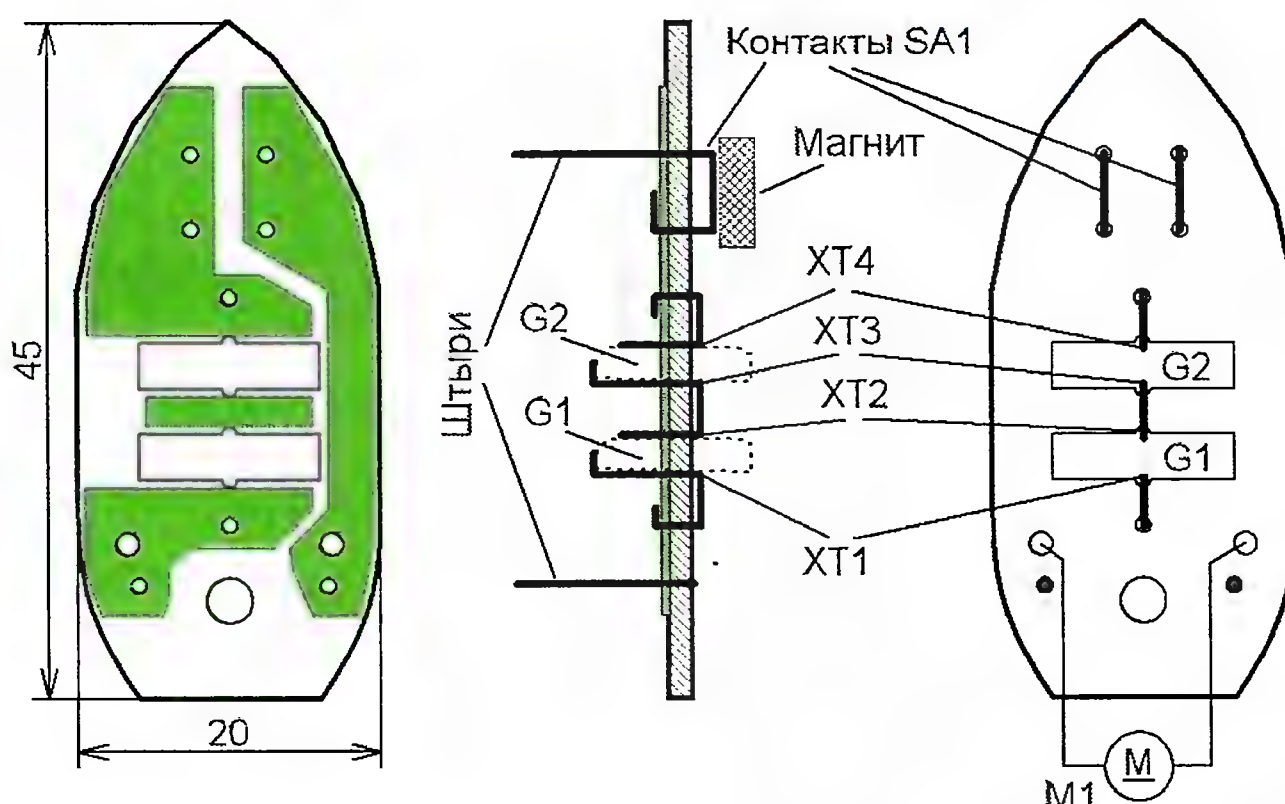
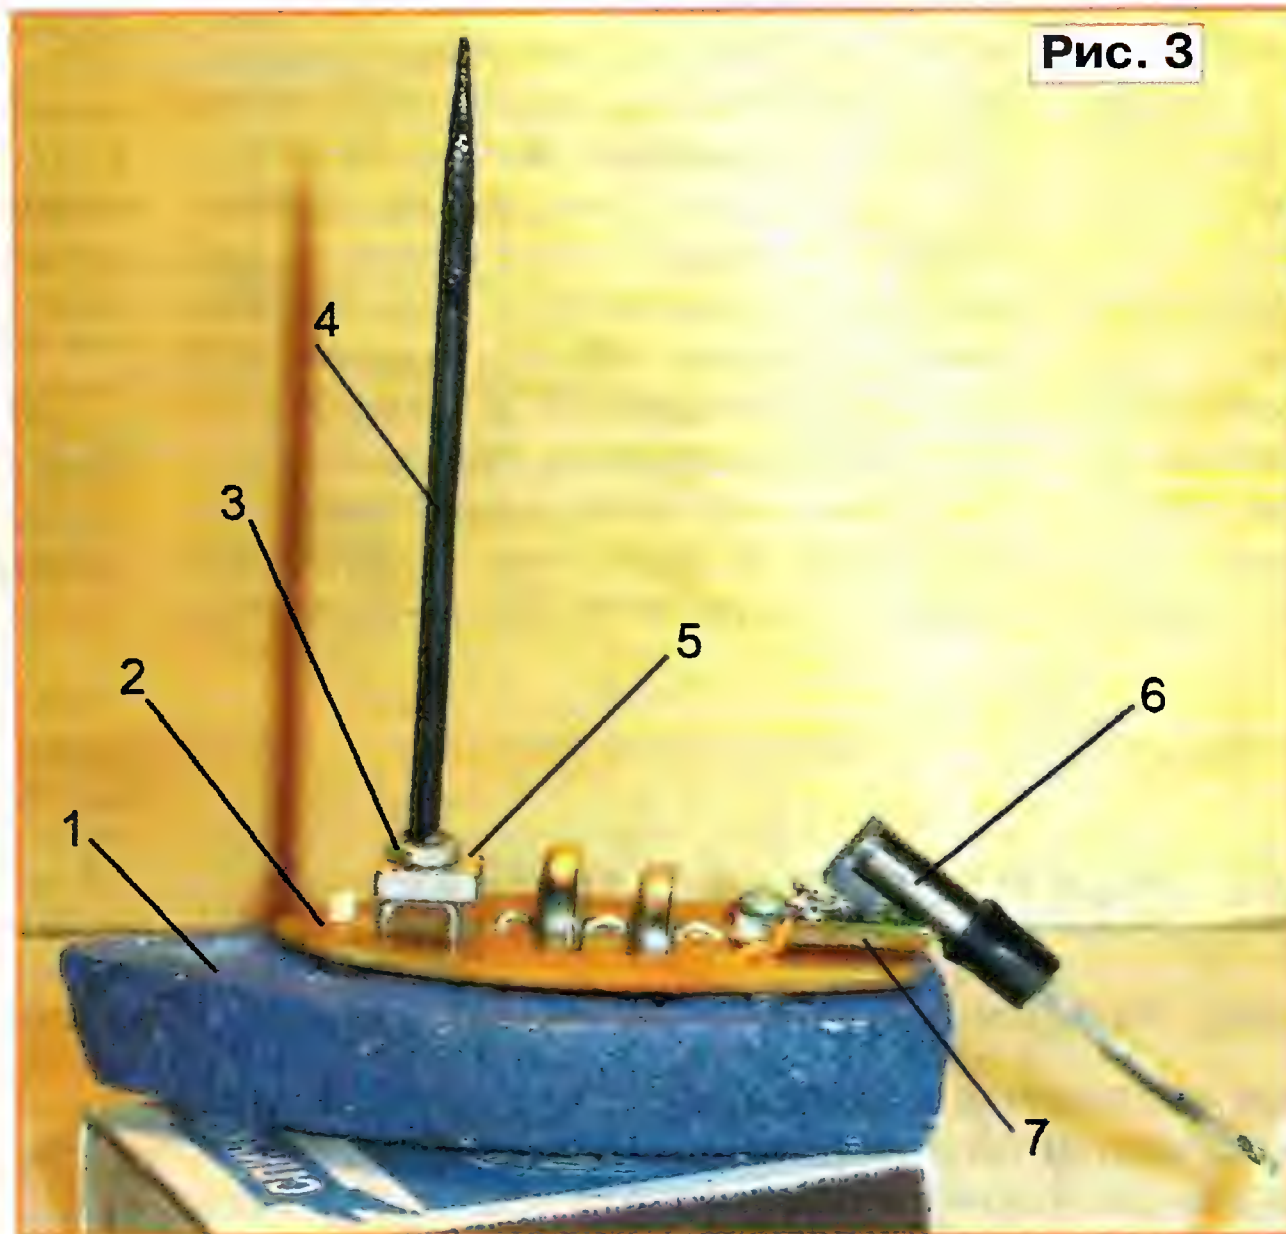

Рис. 2
Рис. 3
**рис. 2**. Контакты выключателя, держатели элементов питания XT1—XT4 и штыри, с помощью которых плата крепится к корпусу, изготовлены из металлических канцелярских скрепок, их припаивают к печатным проводникам платы. Прямоугольные отверстия в плате рассчитаны для установки гальванических элементов типоразмера 389А.
Конструкция устройства показана на **рис. 3**. Его основа — пенопластовый корпус 1 (длиной чуть больше спичечного коробка), на котором закреплена основная печатная плата 2. Вибровозвонк 6 приклеен к небольшой стеклотекстолитовой пластине 7, прикреплённой к плате винтом. Пластина с вибровозвонком должна поворачиваться с небольшим усилием. За счёт поворота двигателя можно изменять траекторию движения игрушки. Выключатель питания образован двумя металлическими контактами (см. **рис. 2**), на которые установлен магнит 5 (от лазерной головки DVD-привода). К верхней его части приклеена гайка 3 (М2), в которую ввёрнута мачта 4 — деревянная зубочистка. Одна половина нижней стороны магнита заклеена тонкой липкой лентой. Поворачивая магнит на 90°, можно добиваться того, чтобы он соединял контакты выключателя или разъединял их, тем самым включая или выключая электродвигатель.